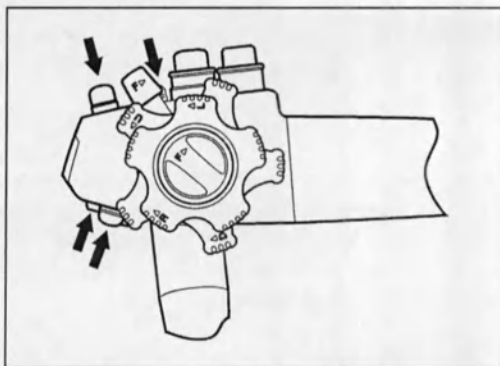

Рисунок 4.2
- 1 Нажмите каждую кнопку на пульте управления на эндоскопе и убедитесь, что подтверждающие тоны слышны. (см. рисунок 4.2.)